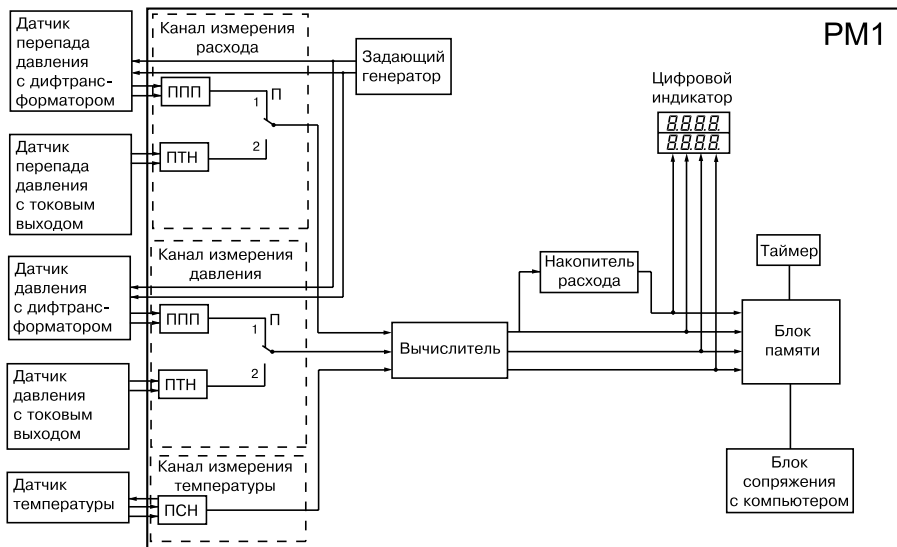

Рис. 3
3.2.1. Общая функциональная схема расходомера PM1 приведена на рис. 3.